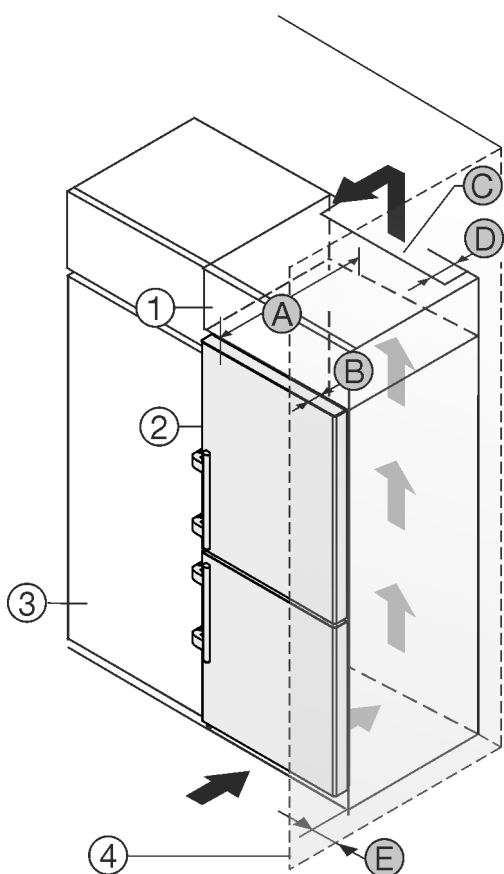

Fig. 2
Du kan ställa apparaten direkt bredvid köksskåpet *Fig. 2 (3)*.*
Bakom överskåpet måste det finnas en luftspalt med djupet *Fig. 2 (D)* längs hela överskåpets bredd.*
Under taket måste angiven ventilationsprofil *Fig. 2 (C)* följas.*
Om du placerar apparaten med gångjärnen bredvid en vägg *Fig. 2 (4)* måste avståndet mellan apparaten och väggen vara minst 57 mm. Detta motsvarar hur mycket handtaget sticker ut med öppen dörr.*
För att dörren ska kunna öppnas helt måste apparaten sticka ut från köksskåpets front med samma mått som dörrens djup *Fig. 2 (B)*. Beroende på köksskåpets *Fig. 2 (3)* djup och om väggavståndshållare används kan skåpet skjuta ut ännu mer.*